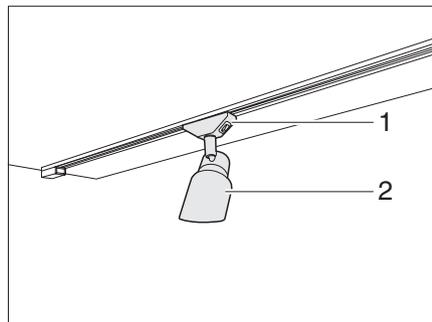

Fig. 44 Spot DEL (exemple)
- ▶ Saisir le support (Fig. 44,1) et le tourner de 45°.
- ▶ Retirer le spot DEL (Fig. 44,2) du système de rail.
- ▶ Placer le spot DEL (Fig. 44,2) à la position désirée dans le système de rail et le tourner de 45°.